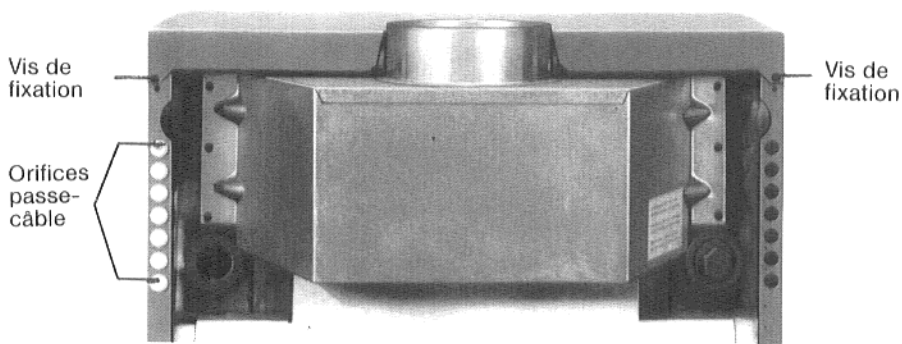

Fig. 11
Pour ce faire, dévisser les deux vis de fixation arrière (Fig. 11).
Introduire les câbles par l'arrière à travers les orifices passe-câble du rebord du panneau latéral, les poser dans la conduite de câbles entre le panneau latéral et le calorifuge et les faire passer par le bas à travers les orifices passe-câble ronds au socle du tableau de commande (Figs. 11 et 12).
6. Mettre le capot chaudière arrière en place et fixer au moyen de deux vis de fixation (Fig. 11).